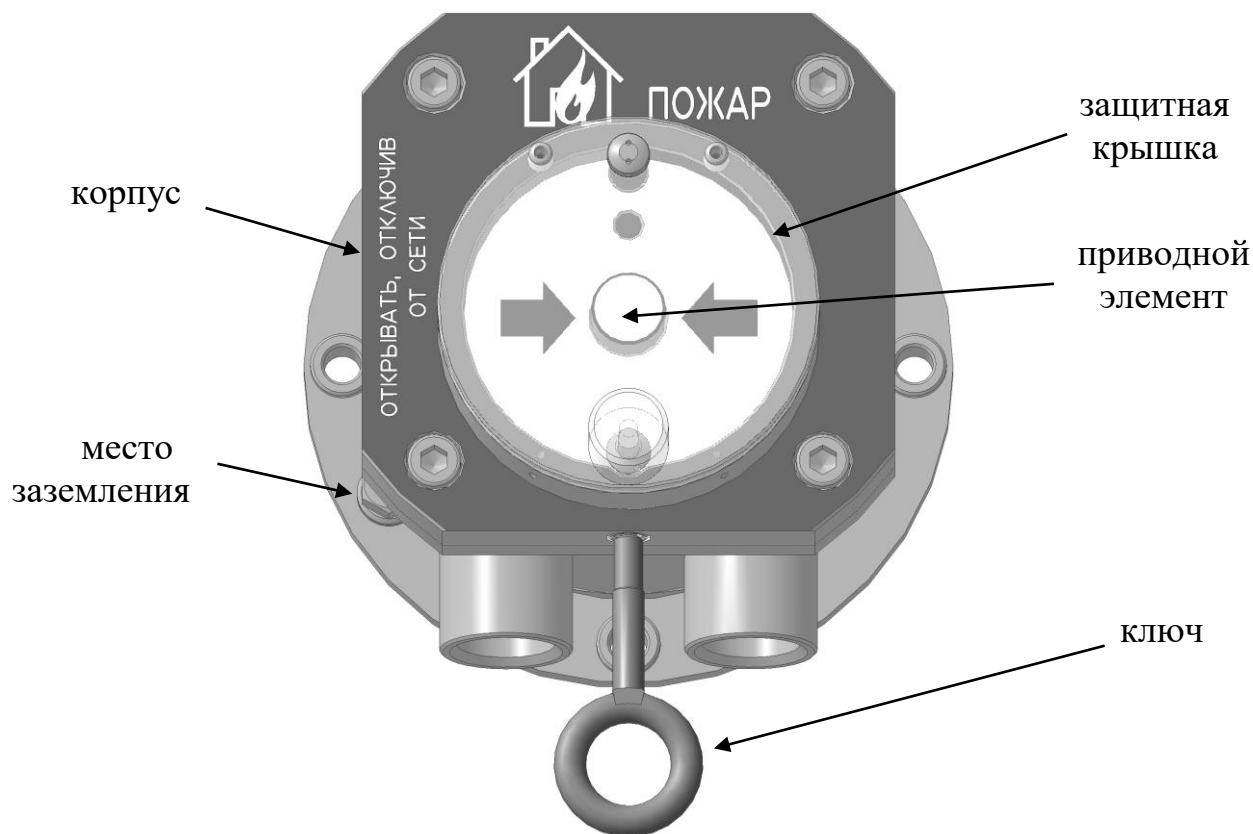

Рис. 2
- открыть поворотом вверх защитную крышку, рис. 2;
- в отверстие крышки извещателя (снизу) вставить специальный ключ и повернуть на 2 оборота по часовой стрелке, рис. 2;
- потянуть специальный ключ вниз, при этом кнопка вернется в исходное состояние, извещатель перейдет в режим «Дежурный», рис. 2.